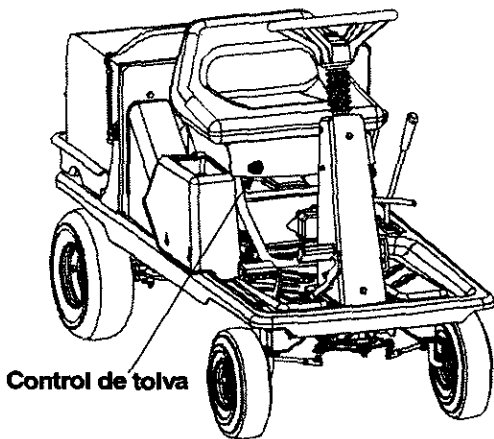

Figura 8
- Después de que el motor arranque, presione el control del estrangulador a APAGADO. Vea Figura 8.